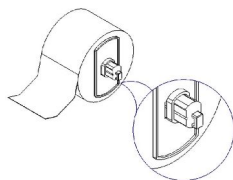

图 2.4.4
- 3) 将纸卷装在纸卷支撑杆上，并在纸卷两边各加上一个逼纸板（见图 2.4.4）；